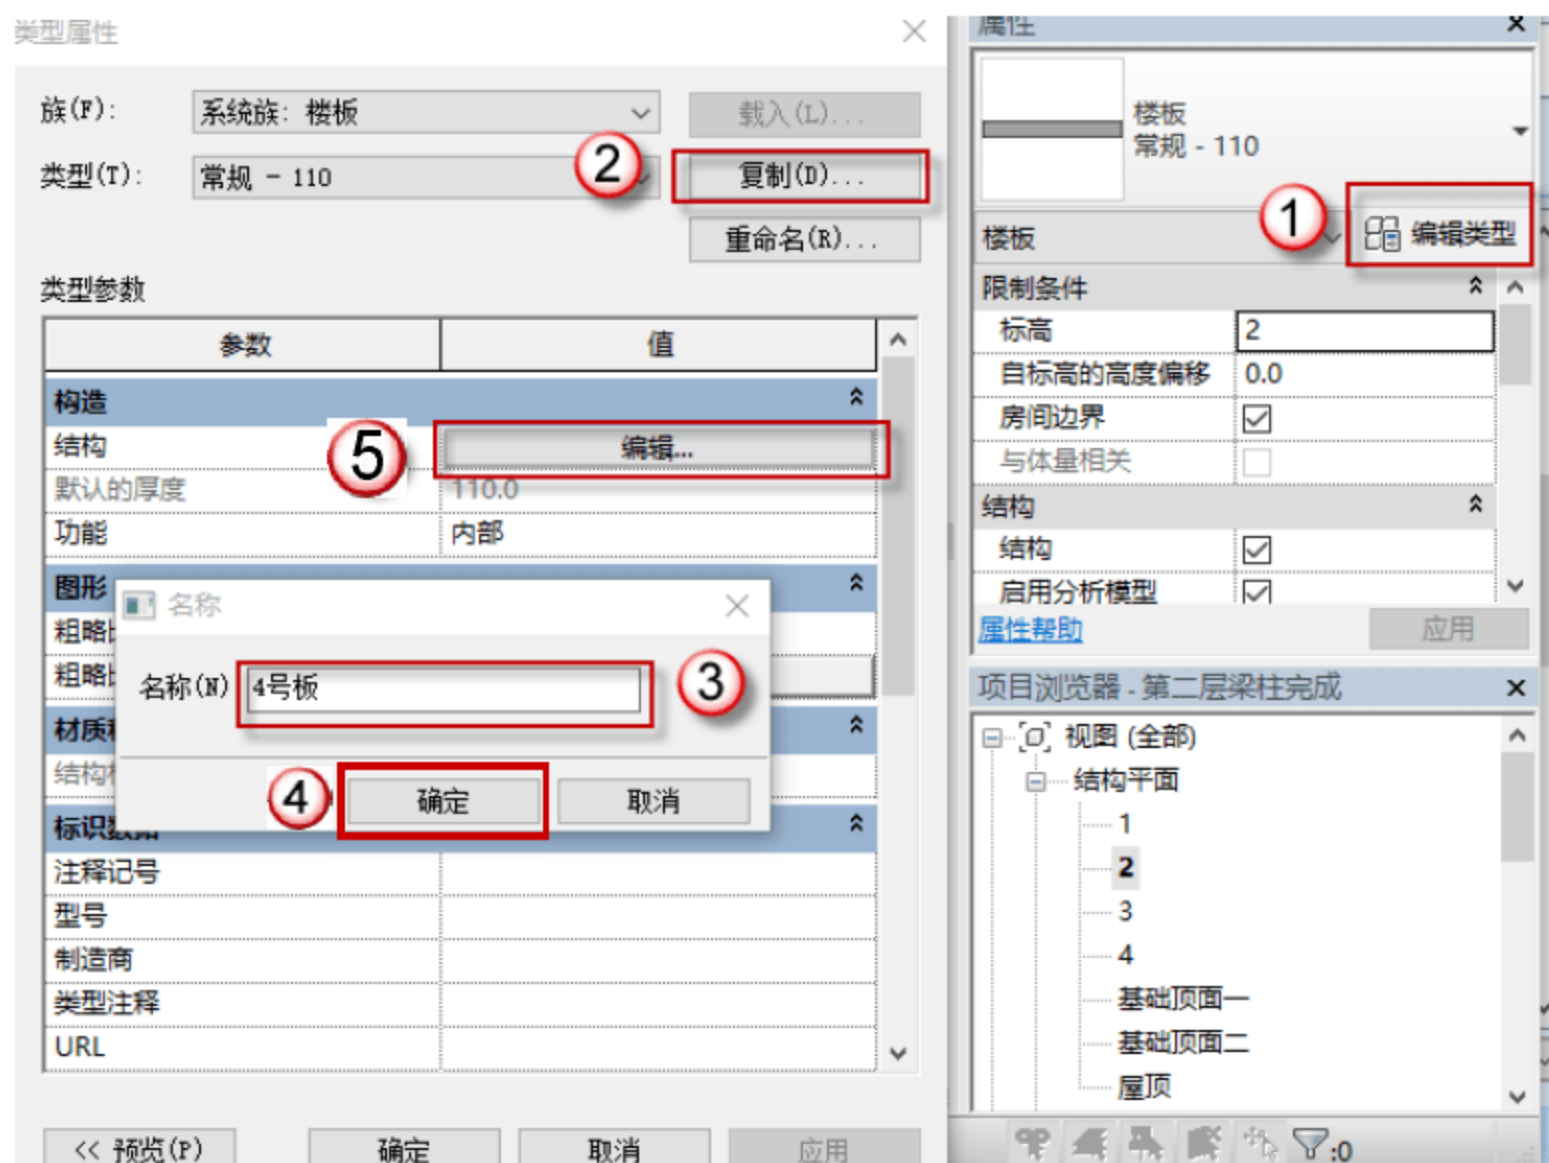

图 4.3.8 设置 4 号板参数
(8) 设置 4 号板参数，按快捷键 S+B，进入编辑模式，单击“编辑类型”按钮，在弹出的对话框中单击“复制”按钮，再在弹出的对话框中命名板号，单击“确定”按钮。单击“编辑”按钮设置参数，将板厚设置为 110，如图 4.3.8 所示。